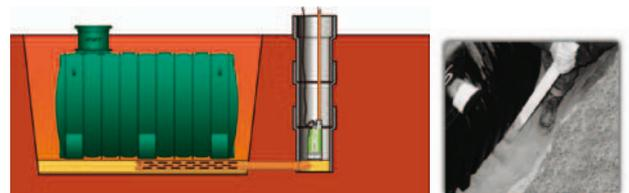

Fig. 4
3. Quando si è in presenza di falda acquifera poco profonda e si può prevedere un suo innalzamento, è necessario realizzare un idoneo drenaggio dello scavo per evitare che la spinta idraulica sul serbatoio possa arrivare a causare danni per schiacciamento. Una possibile soluzione è indicata in Fig. 4 che rappresenta la realizzazione di un sistema di raccolta delle acque tramite un pozzo di drenaggio. L'acqua raccolta potrà essere smaltita per mezzo di una pompa per acque luride atta a drenare il fondo del pozzo.